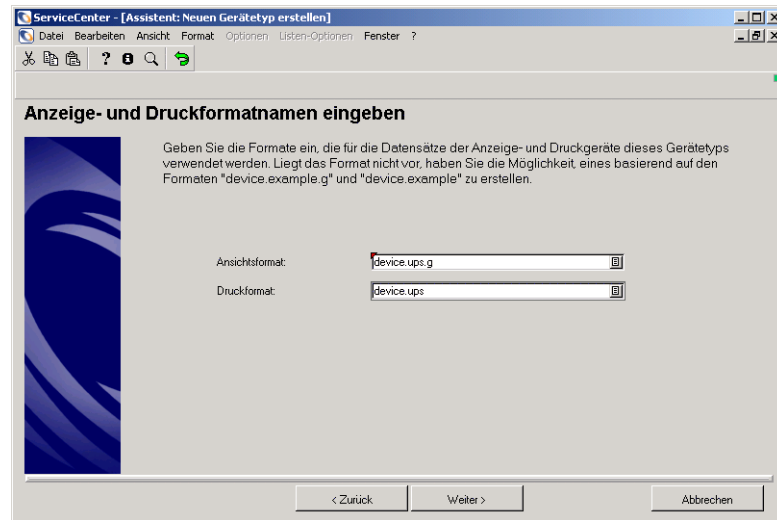

Abbildung 7-21: Neuer Formatname
- 5 Abbildung 7-21 auf Seite 216 zeigt das Formular, in dem Sie die Anzeige- und Druckformatnamen angeben können. Führen Sie eine der folgenden Aktionen durch: